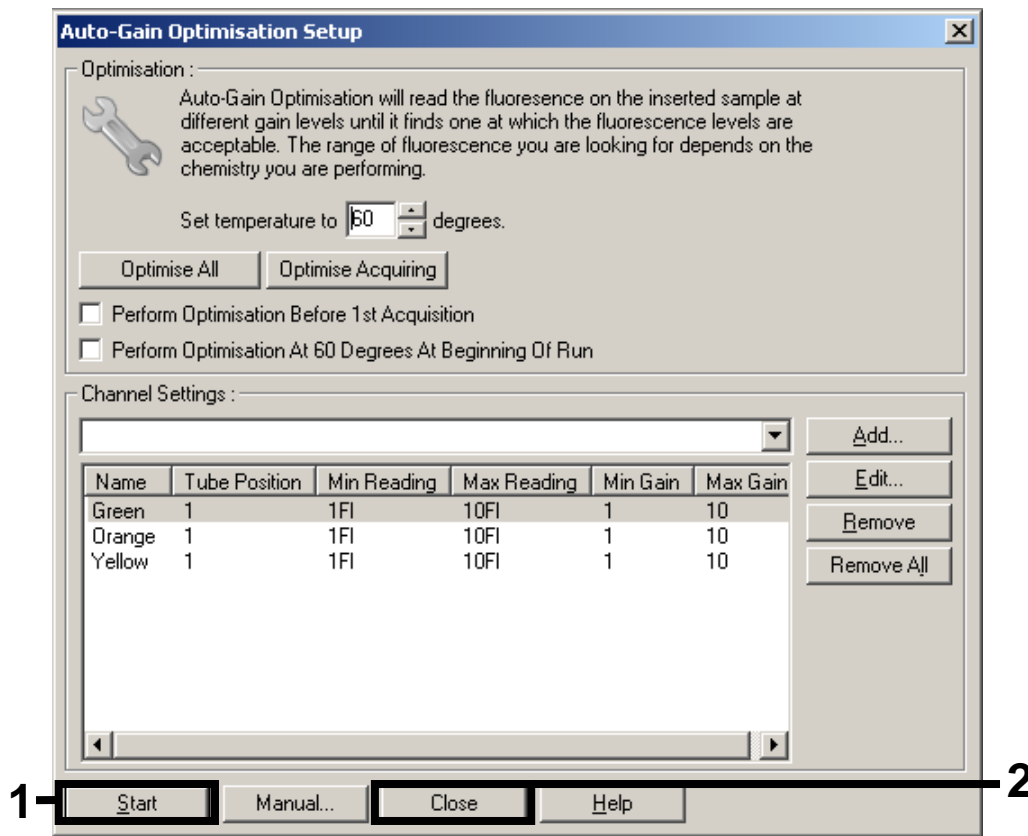

Figura 8. Optimización de la ganancia.
10. Haga clic en el botón "Start" (Inicio) para iniciar la optimización de la ganancia. Una vez concluida la optimización de la ganancia, haga clic en "Close" (Cerrar) para regresar el asistente de ciclo (figura 8).